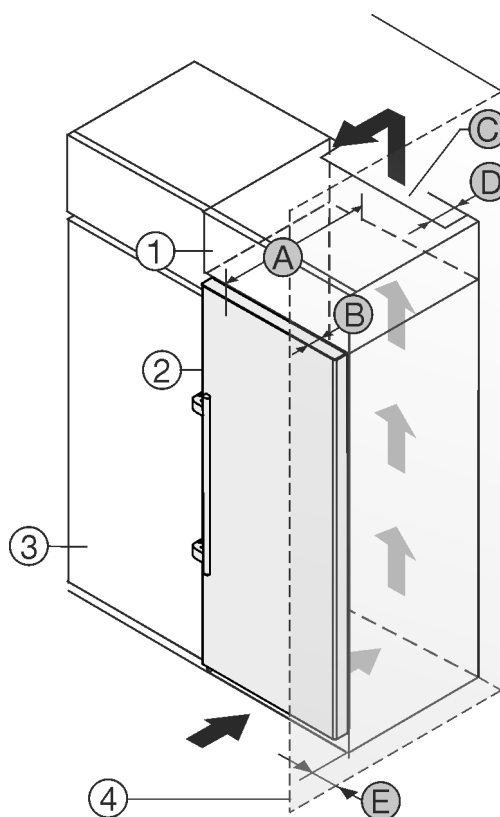

Fig. 1
- (1) Armario superior
- (2) Aparato
- (3) Armario de cocina
- (4) Pared
- (A) Profundidad del aparato
- (B) Profundidad de la puerta
- (C) Sección transversal de ventilación
- (D) Distancia con respecto a la parte trasera del aparato
- (E) Distancia con respecto al lateral del aparato
Puede colocar el electrodoméstico directamente al lado del armario de cocina Fig. 1 (3).
En la parte trasera del armario superior debe haber una cámara de salida de aire con una profundidad Fig. 1 (D) que abarque toda la anchura del armario.
Bajo el techo de la estancia debe mantenerse la sección transversal de ventilación Fig. 1 (C).
Si el electrodoméstico se instala con las bisagras junto a una pared Fig. 1 (4), la distancia entre el electrodoméstico y la pared debe ser de como mínimo 57 mm. Esto equivale al saliente del tirador con la puerta abierta.
Para poder abrir totalmente la puerta, el electrodoméstico debe sobresalir la profundidad de la puerta *Fig. 1 (B)* respecto del frente del armario de cocina. El electrodoméstico puede sobresalir más en función de la profundidad de los armarios de cocina *Fig. 1 (3)* y del uso de distanciadores de pared.